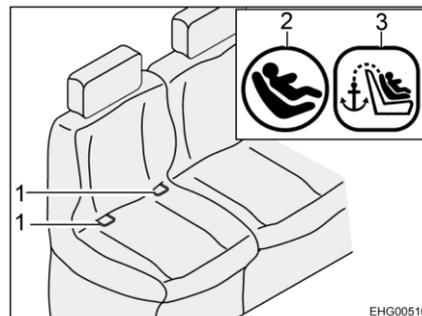
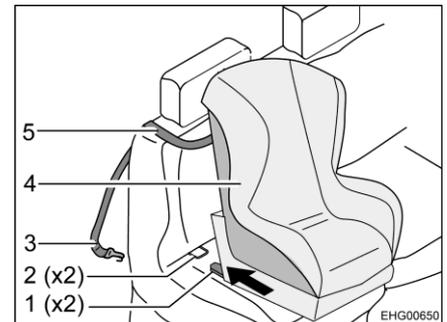

Fig. 10 Sedile con Isofix
Fig. 11 Fissaggio con Top Tether
- Far passare la cintura Top Tether (Fig. 11,5) sopra il cuscino dello schienale (tra il poggiatesta e la cintura di sicurezza).
- Agganciare il gancio di fissaggio (Fig. 11,3) al punto di ancoraggio sul retro del sedile del veicolo.
- Innestare i braccetti di ritenuta (Fig. 11,1) nella staffa di supporto (Fig. 10,1 e Fig. 11,2). Al momento dell'innesto dovrebbe essere possibile sentire un "clic".
- Scuotere con decisione il seggiolino per bambini (Fig. 11,4) per verificare che sia ben fissato.